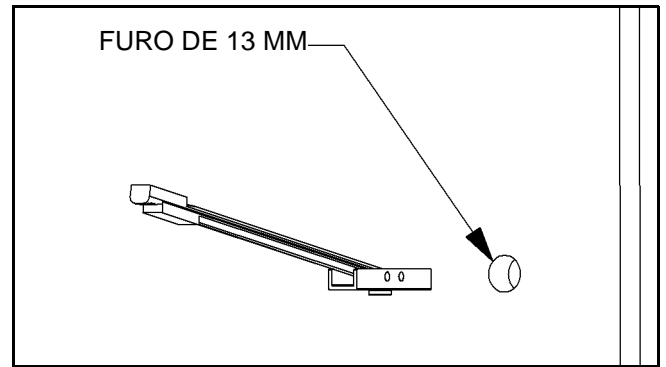

Figura 9.
2. Usando o suporte de parede de caixa acústica (20) como gabarito, marque o local dos dois furos de montagem.
3. Faça um furo de 13 mm no local desejado, assegurando-se de que a parede tenha pelo menos 13 mm de espessura. Se a parede for feita com traves de metal, recomenda-se instalar a âncora através da dry wall e da trave de metal (consulte a figura 9).